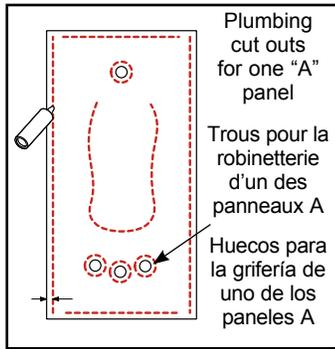

Fig. 6
- Appliquer un cordon d'adhésif au dos des panneaux de bout A. **Fig. 6.** Installer les panneaux A en alignant le rebord avant des panneaux à 3 mm (1/8 po) du rebord de la baignoire et en s'assurant que le rebord inférieur repose uniformément sur le rebord de la baignoire. Suivre la procédure de **FIXATION DES PANNEAUX.**
- Aplicar un cordón de adhesivo al dorso de los paneles del fondo A. **Fig. 6.** Instalar los paneles A alineando el reborde frontal 3 mm (1/8") del reborde de la bañera y asegurandose que el reborde inferior repose uniformemente sobre el reborde de la bañera. Siga el procedimiento de **FIJACIÓN DE LOS PANELES.**